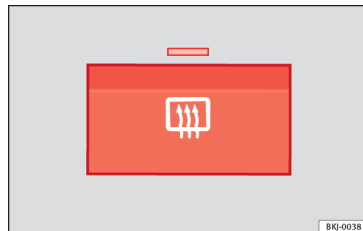

Fig. 152 Junto con los mandos de la climatización: conmutador de luneta térmica.
- Pulse el conmutador de desempañado »» **fig. 152**